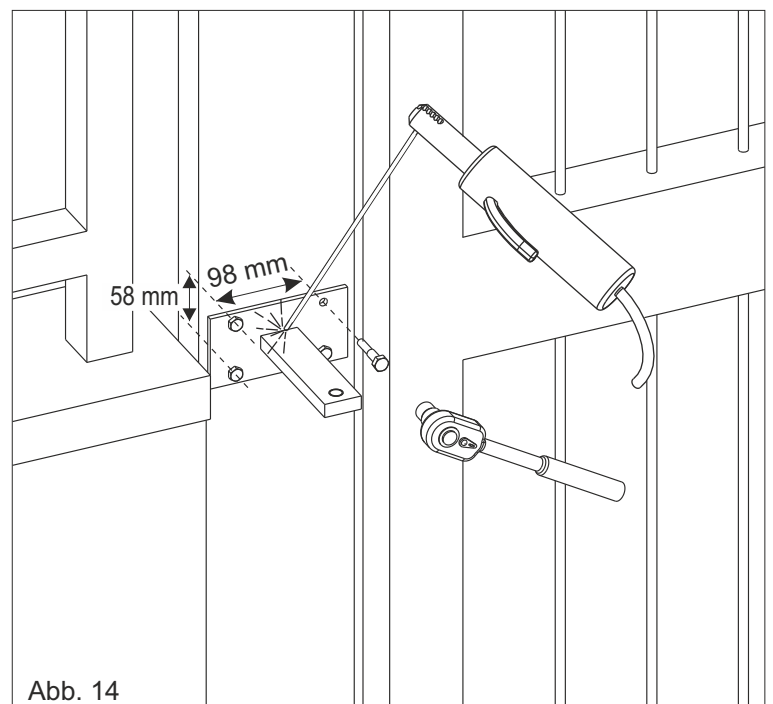
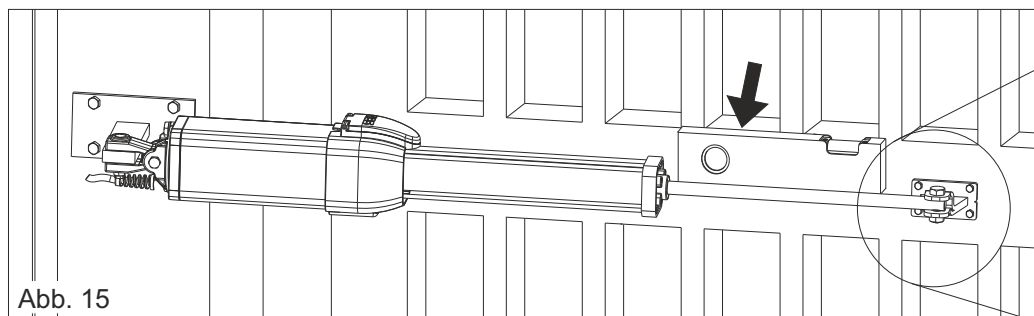

Abb. 14
Abb. 15
Entsprechend dem ausgewählten Öffnungstyp (nach Aussen oder nach Innen) und je nach ausgewählter Rotation des Flügels (siehe Seite 66-67), muss der Bügel zuerst entsprechend der Quote "a" auf Seite 66-67 geschnitten und danach, wie in Abb. 14 festgeschweisst werden. Die Stütze muss so positioniert werden, dass sich der Antrieb in horizontaler Position befindet. (Abb.14, Abb.15)
- 4) Den Antrieb horizontal platzieren und die Position der Vorderbefestigung markieren (Abb. 15).